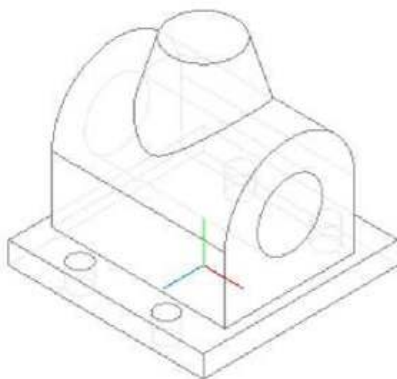

Рис. 7.29
8) Применяем команду  **Вырезать выдавливанием** со следующими параметрами: **Направление выдавливания** - **Прямое**, **Способ построения** - **Через все** (рис. 7.29).